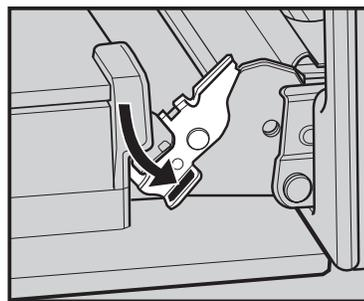

Figure 22: Serrure de charnière de porte
2. Appuyer sur la languette de verrouillage de la charnière des deux côtés de la porte (figure 22).
4. Poussez les verrous des charnières de la porte vers le haut, jusqu'à leur position normale, sur les côtés gauche et droit de la porte (figure 22).